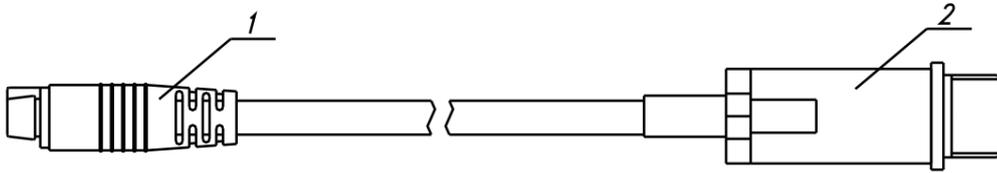
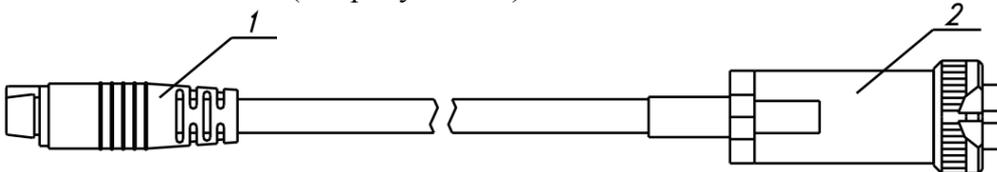

Рисунок 3.4 Кабель-удлинитель для измерительных преобразователей, приведенных в **ПРИЛОЖЕНИИ В** в пунктах **1, 4, 6, 7**;
Рисунок 3.5 Соединительный кабель для измерительных преобразователей, приведенных в **ПРИЛОЖЕНИИ В** в пунктах **2, 3, 5, 8**;
Преобразователи при необходимости подключаются к измерительному блоку с помощью встроенного кабеля, кабеля-удлинителя (см. рисунок 3.4) или соединительного кабеля (см. рисунок 3.5) в зависимости от исполнения.
- 4.3 Соединить измерительный блок и измерительный преобразователь, при необходимости, воспользовавшись кабелем-удлинителем (см. рисунок 3.4) или соединительным кабелем (см. рисунок 3.5) в зависимости от исполнения преобразователя. В случае если анализируемая среда предполагает содержание механической пыли, паров масла принять меры по их устранению.